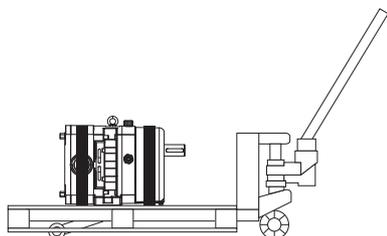

Fig. 40 Transporte con una carretilla elevadora
- Compruebe si la bomba está debidamente sujeta al palé. Por ejemplo, mediante correas, Fig. 40 «Transporte con una carretilla elevadora», página 36.